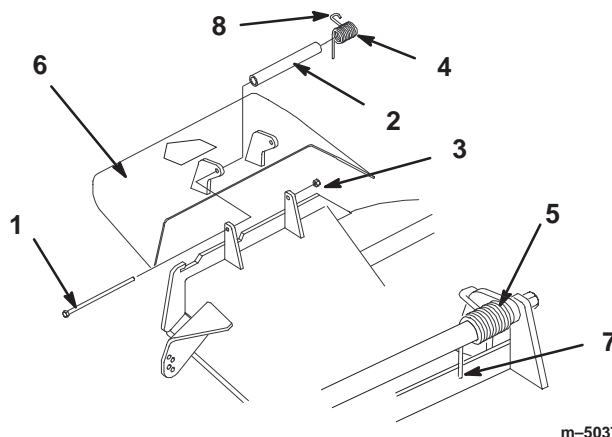

Figure 59
1. Retirez le contre-écrou, le boulon, le ressort et l'entretoise qui fixent le déflecteur aux supports de pivot (Fig. 59). Enlevez le déflecteur s'il est endommagé ou usé.
Remarque : Prenez soin de placer l'extrémité droite du ressort derrière le bord du plateau avant de mettre le boulon en place, comme indiqué à la Figure 59.
3. Remettez le boulon et l'écrou. Accrochez l'extrémité crochue du ressort au déflecteur d'herbe (Fig. 59).